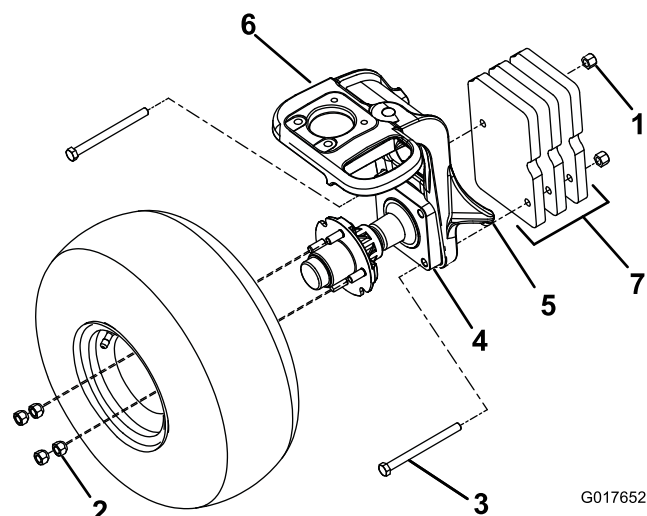

Figure 1
3. Soulevez la machine avec un cric placé au point de levage (Figure 1).
6. Retirez les 2 boulons de retenue qui fixent la fusée à la fourche pivotante (Figure 1).
7. Montez 3 masses plates fournies dans le kit sur le côté droit de la fourche pivotante à l'aide de 2 boulons à tête hexagonale (1/2 x 5-1/2") et 2 contre-écrous pris dans le kit (Figure 1).
4. Retirez les 4 écrous de roue par paires diagonalement opposées (Figure 1).